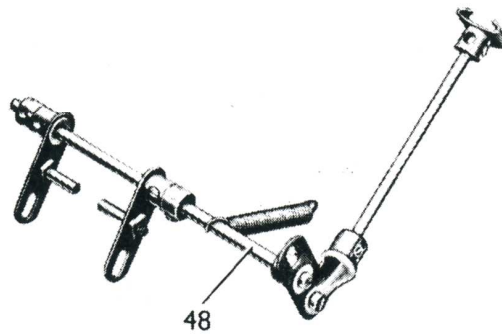

FIG. 8
La pédale d'embrayage est une bague d'arrêt à glissière fixée sur une tringle de 10 cm. qui passe au travers d'une équerre à 135° boulonnée sur l'une des plaques sans rebords de 14 x 9 cm. du châssis. L'extrémité inférieure de la tringle porte une chape d'articulation de 2 mm., qui pivote sur un boulon de 9,5 mm. passé au travers d'un bras de manivelle double monté sur une tringle de 13 cm. (43) (Fig. 8). Cette tringle est tenue par des bagues d'arrêt dans des équerres boulonnées sur les cornières (18) du moteur, et elle porte deux bras de manivelle munis de chevilles filetées qui viennent se loger dans le gorge de l'accouplement jumelé à douille (26).